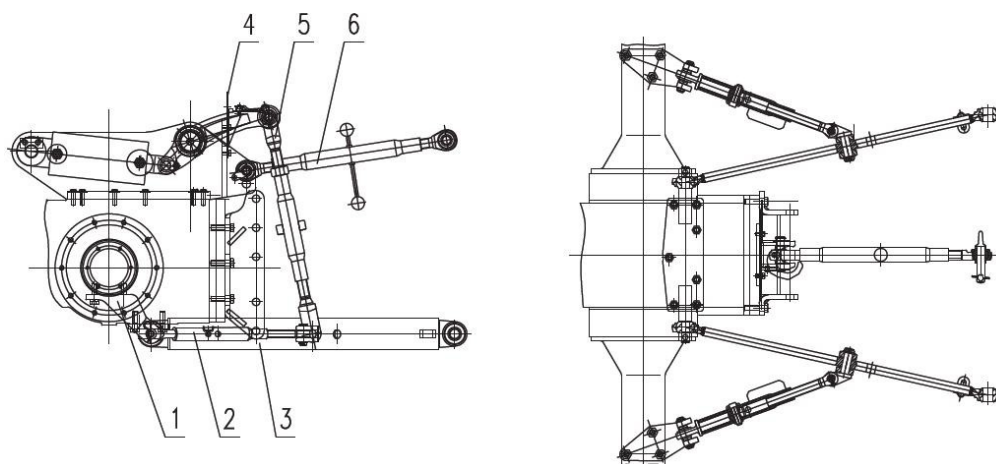

Fig. 4-36 Mecanismo
O mecanismo consiste na articulação do braço superior, braços de elevação, braço superior (3º ponto), hastes limitadoras, barras inferiores e base das hastes limitadoras, veja a fig. 4-36.
Eixo da TDP do tipo independente (empurre a alavanca ①): a operação está disponível. A operação da TDP é totalmente independente, portanto, ao pressionar o pedal da embreagem principal para parar o trator, o eixo da TDP ainda pode estar funcionando. Puxando a alavanca da embreagem da TDP ② (veja a fig.4-36) pode interromper o funcionamento da mesma, enquanto isso o trator ainda pode se deslocar.